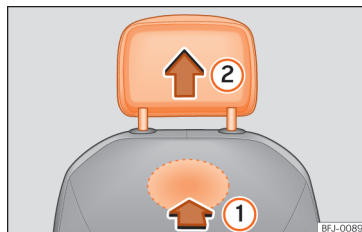

Fig. 99 Encosto de cabeça dianteiro: desmontagem.
- Para desbloqueá-lo, procure o entalhe situado na parte traseira do encosto na zona marcada e pressione no sentido da seta » » Fig. 99 ①.
- Retire o encosto de cabeça no sentido da seta ②.